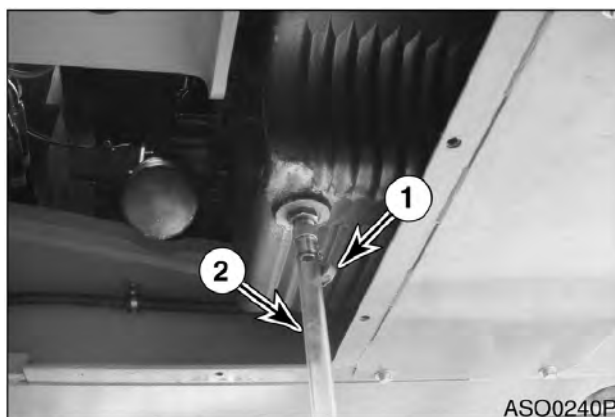

Рис. 47
1. Установить под двигатель большую емкость. Снять заглушку (1, рис. 47) и присоединить шланг для слива моторного масла. Отсоединить шланг (2) и установить крышку (1) на место.